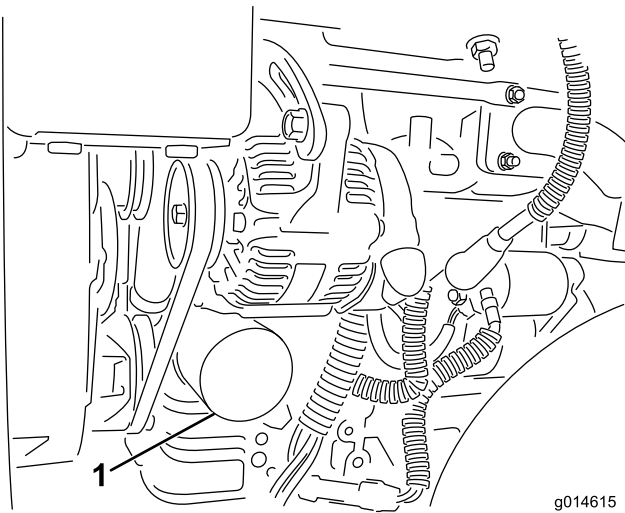

Figura 43
2. Togliete il filtro dell'olio (Figura 43). Spalmate un leggero strato di olio pulito sulla nuova guarnizione del filtro.